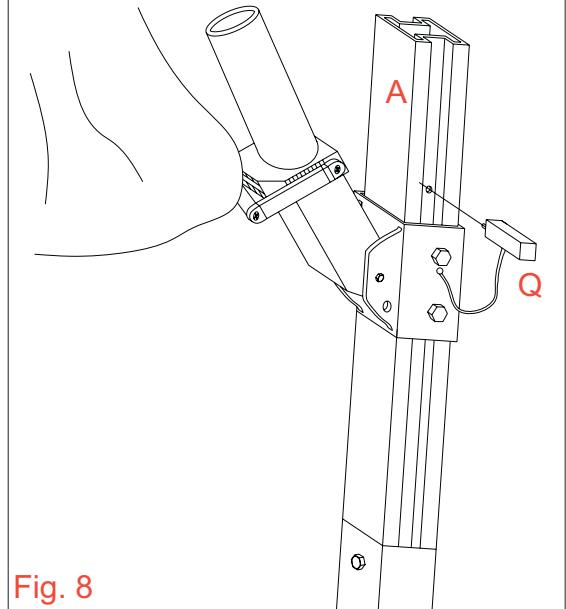

Fig. 8
1. (fig. 8) insérer le goujon de la manette (Q) dans le trou du mat du parasol (A) et ouvrir le parasol tournant en sens horaire la manivelle (D).